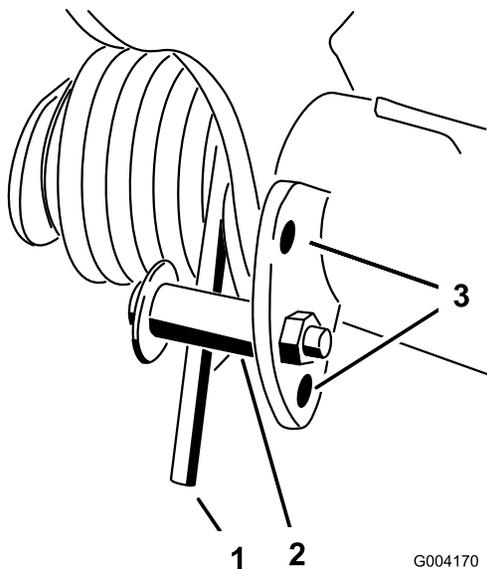

Figura 41
2. Coloque un tubo u otro objeto similar sobre el extremo largo del muelle para aliviar la tensión durante el ajuste (Figura 41).
3. Para aliviar la tensión del muelle, retire el perno y la contratuerca que sujetan el actuador del muelle al soporte (Figura 41).